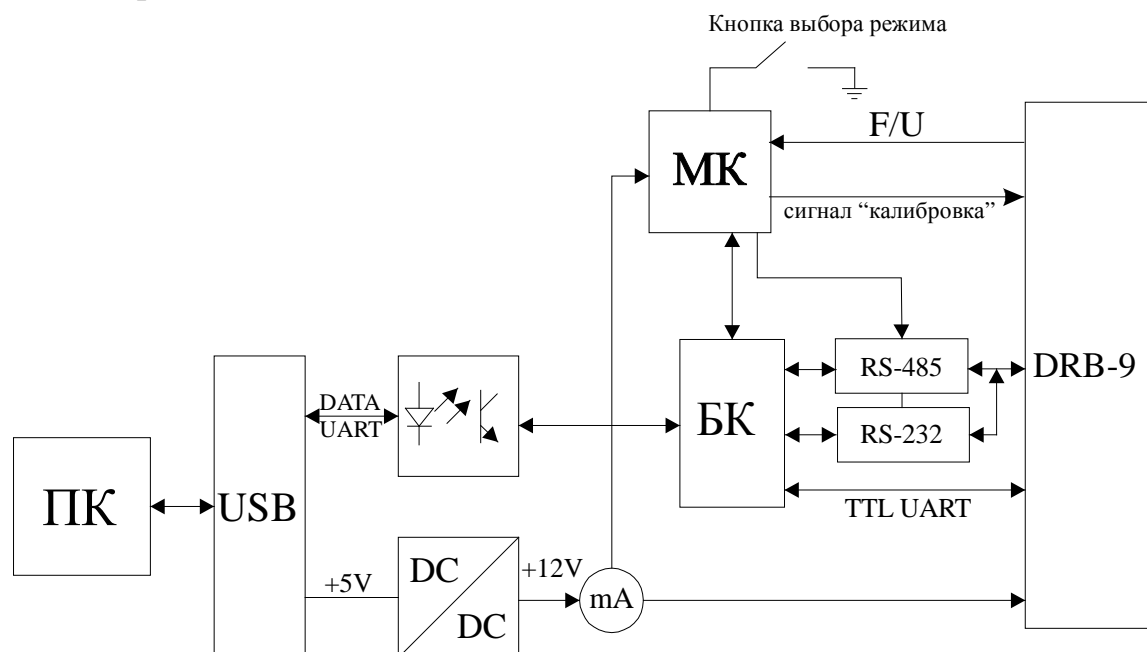

Рис. 3.3. Функциональная схема прибора
4. Проверить правильность подключения кабелей. О готовности прибора к работе будет сигнализировать светодиод 4, 5 или 6 (см. рис. 3.3) постоянной засветкой зеленого цвета.